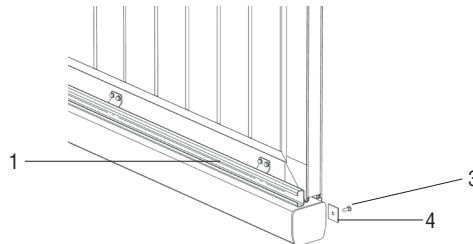

Рисунок 2
2. Заведите в С-профиль (1) болт с полукруглой головкой (3) и закладной пластиной (4) (рисунок 2).